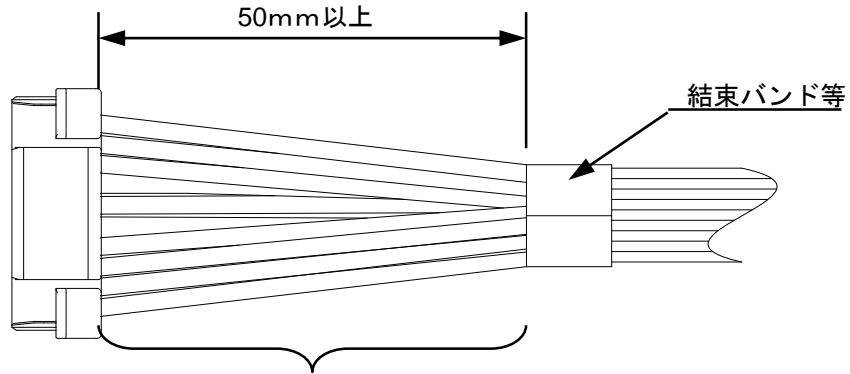

Fig.7-1 適切なハーネス結束状態
- ① 電線の結束は、コネクタから50mm以上のところで、電線に加わる力が均一になるようにして下さい。(Fig.7-1)